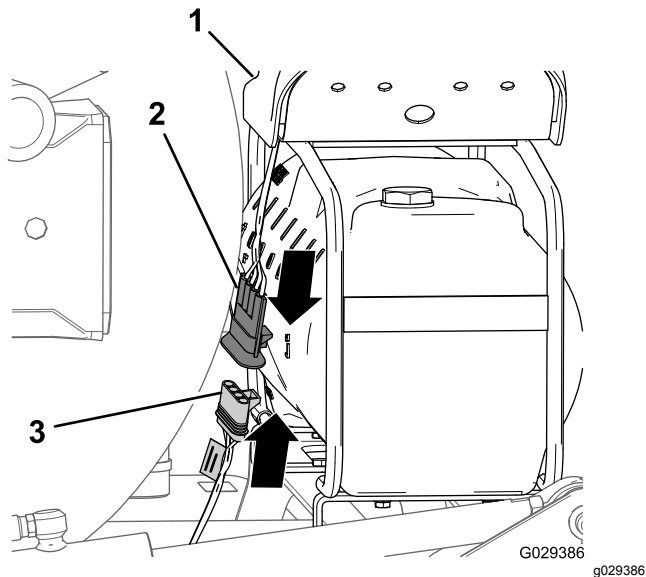

Figura 200
1. No final da secção de 236 cm da cablagem, alinhe o conector de 4 tomadas da cablagem do kit de acabamento com o conector de 4 pinos da cablagem do compressor (Figura 200).
2. Instale o conector de quatro pinos no conector de quatro tomadas (Figura 200).